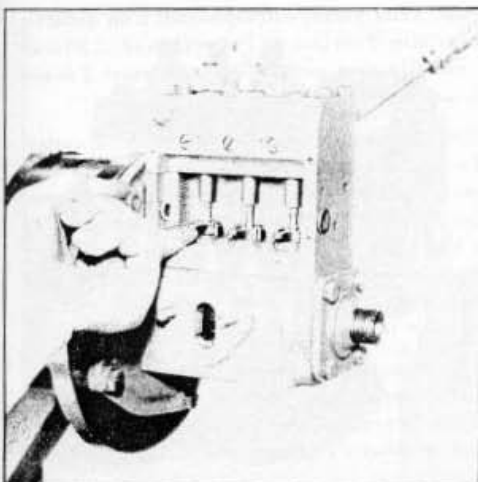

Fig. 22 = Vérification du jeu entre le dessus du piston et la partie inférieure du guide (de la soupape de décharge)
10. Réassembler le corps de pompe et le carter de l'arbre à cames sans monter les ressorts des pistons. Tourner l'arbre à cames jusqu'à ce que le poussoir de l'élément N°1 soit au point le plus haut de sa course. Lever le doigt de chaque piston pour s'assurer qu'il existe un jeu entre le dessus du piston et la partie inférieure du guide de la soupape de décharge (voir fig.22).